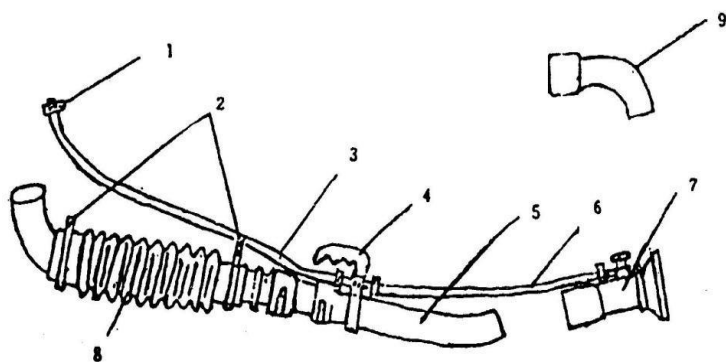

Fig. 4
4. Conectați tubul de pulverizare la dispozitiv așa cum este arătat în fig. 4.